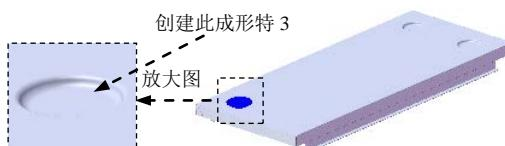
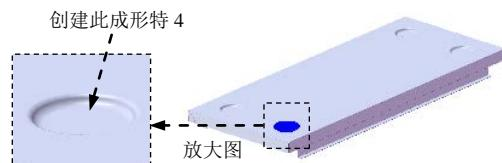

图 17.9.44 创建成形特征 3
图 17.9.45 创建成形特征 4
Step20. 创建图 17.9.44 所示的成形特征 3 和图 17.9.45 所示的成形特征 4，详细操作过程参见 Step19。